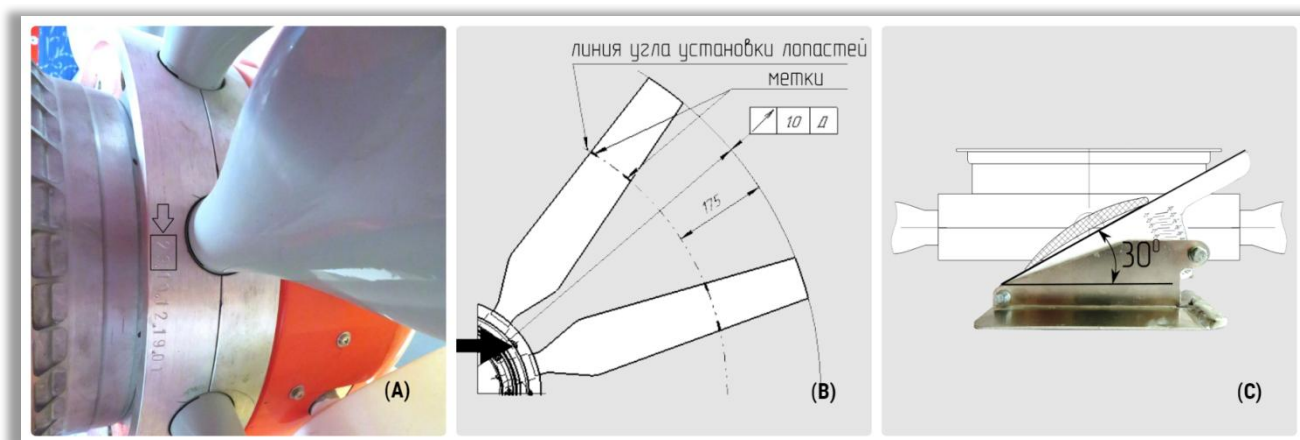

Рисунок XIII-2
2) Запишите **угол установки лопастей**, который **обозначен первыми двумя цифрами, выбитыми на ступице воздушного винта** (Рисунок XIII-2, А).
- 6) Найдите по две метки на расстоянии **175мм** от края лопасти (Рисунок XIII-2, В).
- 8) Поставьте угломер под лопасть и совместите метки на лопасти с линией угломера (Рисунок XIII-2, С). Если угол выставлен правильно, края лопасти по линии с метками должны полностью прилегать к верхнему краю угломера.
- 1) Ослабьте гайки (Рисунок XIII-2, В), стягивающие полуступицы, таким образом, чтобы лопасть могла поворачиваться рукой при значительном усилии.
- 2) Поставьте угломер под лопасть и, поворачивая лопасть, совместите метки на лопасти с линией угломера (Рисунок XIII-2, С).